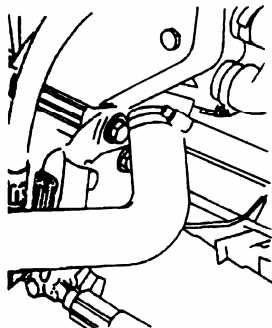

图 12-39 松开支架上的后固定螺栓
(3) 转向油泵 V 形带的调整。
①松开转向油泵支架上的后固定螺栓，如图 12-39 所示。